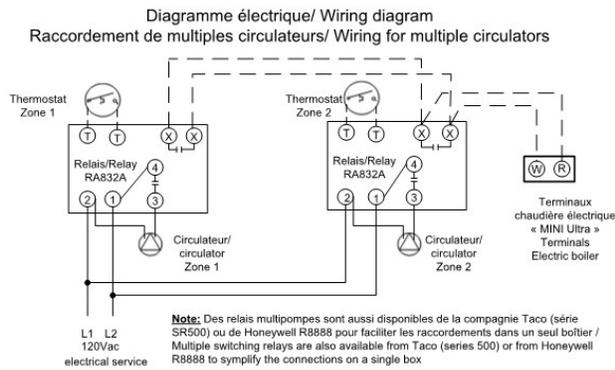

Figure 8 : Schéma de zonage par pompes multiples
- Si l'installation est telle qu'illustrée à la figure 8 donc avec une valve trois voies : Installer un câble de calibre 18 et 3 conducteurs entre la valve et le bornier de la chaudière électrique. Raccorder par la suite l'interrupteur de fin de course (fil gris et orange) de la valve au T T de la chaudière auxiliaire. La température d'opération de la chaudière auxiliaire n'est pas contrôlée par le contrôleur de la chaudière électrique, elle doit être contrôlée par ses propres contrôles d'opération et de limite.